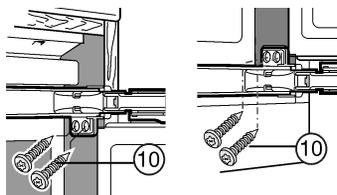

Fig. 20
- ▶ Avvitare con viti lunghe per truciolare Fig. 20 (10) inserite nelle cerniere, in alto e in basso.